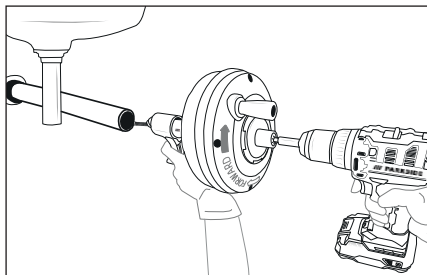

Abb. 3
- 8) Überprüfen Sie, ob das Gerät im Abstand von höchstens 10 cm zur Abflussöffnung gehalten werden kann. Ein größerer Abstand erhöht das Risiko, dass die Spirale ⑧ sich verdreht oder knickt. Sollte der Abstand größer sein, muss die Abflussöffnung mit Rohren und Anschlüssen gleicher Größe verlängert werden, sodass das Gerät maximal 10 cm vor der Abflussöffnung platziert werden kann (siehe Abb. 3). Wenn die Spirale ⑧ unzureichend abgestützt wird, kann sie knicken, sich verdrehen und beschädigt werden oder den Bediener verletzen.
- 7) Drehen Sie die Trommel **2** im Uhrzeigersinn (sichtbar am Pfeil auf der Rückseite der Trommel **2**, siehe Abb. 3) und drücken Sie den Auslöser **6**. Durch die Betätigung des Auslösers **6** wird die Spirale **8** in den Abfluss geführt.